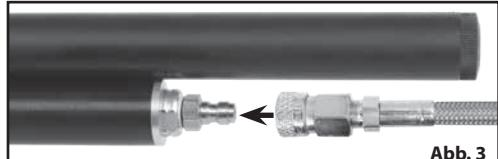

Abb. 3
6. Befestigen Sie die Schnellkupplung ihrer Füllvorrichtung am Füllnippel des Luftgewehres (siehe Abb. 3).